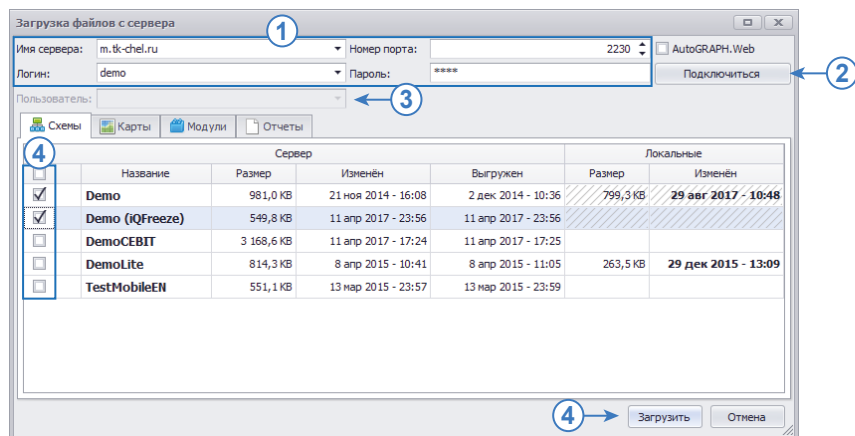

Рис.6. Загрузка схемы с сервера.
Нужная схема может быть загружена с сервера. В папке пользователя на сервере вместе с другими файлами пользователя могут храниться схемы, доступные этому пользователю. Для загрузки схемы с сервера необходимо в главном меню программы «АвтоГРАФ 5 ПРО» выбрать команду *Меню «Схема» – Загрузить с сервера* или нажать комбинацию клавиш «Ctrl+L». Появится окно «Загрузка файлов с сервера» (Рис.6).
1. Ввести настройки сервера: адрес, порт, логин и пароль пользователя для подключения к указанному серверу (Рис.6, п.1). Опция «АвтоГРАФ.WEB» позволяет загрузить файлы с WEB-сервера АвтоГРАФ. Отключите данную опцию при загрузке данных с сервера «АвтоГРАФ».
2. Нажать кнопку «Подключиться» для подключения к серверу и запроса доступных файлов (Рис.6, п.2).
3. После подключения к серверу станет доступным список выбора «Пользователь» (Рис.6, п.3), если пользователь, от имени которого выполнено подключение, имеет дочерних пользователей. В данном списке необходимо выбрать дочернего пользователя, схемы которого нужно загрузить. При отсутствии дочерних элементов у пользователя, выполнившего вход, данное поле будет недоступно. Автоматически будет загружен список файлов из папки текущего пользователя.
5. Далее следует выбрать нужные схемы (Рис.6, п.4) и нажать кнопку «Ок» (Рис.6, п.4). Выбранные схемы будут загружены в папку, выбранную на этапе установки программы для хранения настроек и данных. После завершения загрузки меню «Загрузка файлов с сервера» автоматически будет закрыто.